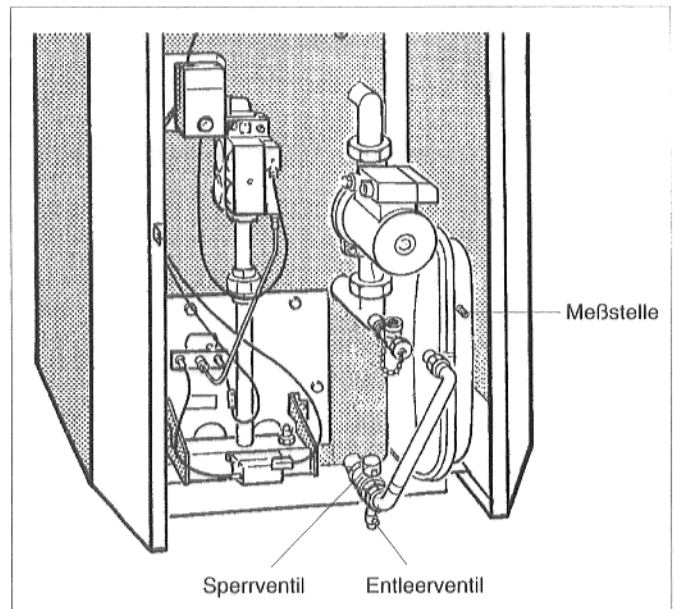

Abb. 47: Druckausdehnungsgefäß; ab Kesselgröße 20-4 auf der Kesselrückwand!
- Verschlusskappe von der Meßstelle (Abb. 47) entfernen und Stickstoffventil kurz betätigen. Entweicht Wasser, so ist die Membrane defekt - Membrane oder Druckausdehnungsgefäß müssen ausgetauscht werden.
- Rote Kappe entfernen und Sperrventil schließen (Abb. 47).
- Restwasser des Druckausdehnungsgefäßes über das Entleerventil ablassen (Abb. 47).
- Verschlusskappe von der Meßstelle (Abb. 47) entfernen, Druck messen und korrigieren, wenn er nicht dem für die Anlage notwendigen Vordruck (Anlagen-druck minus 0,2 bar in kaltem Zustand) entspricht.